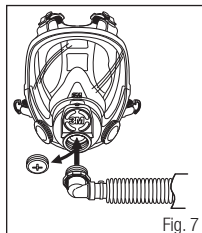

Fig. 7
5. Visser l'adaptateur coudé du tuyau de respiration GVP-123 dans l'orifice central de l'adaptateur 6884 (Fig. 7).